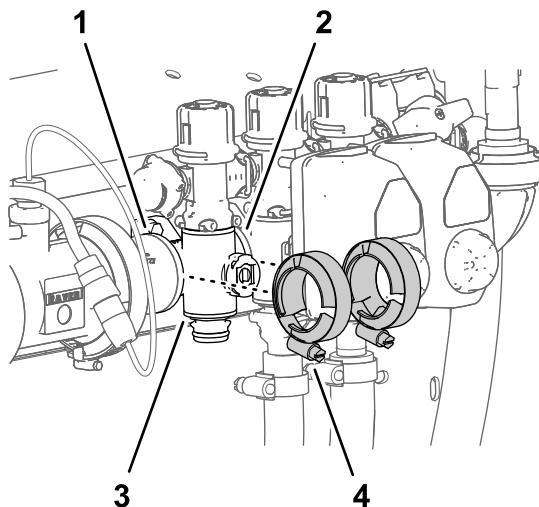

Bild 126
3. Entfernen Sie die zwei Flanschklemmen, mit denen das Abschnittverteilerventil an den Flanschen der danebenliegenden Komponenten befestigt ist (Bild 126).